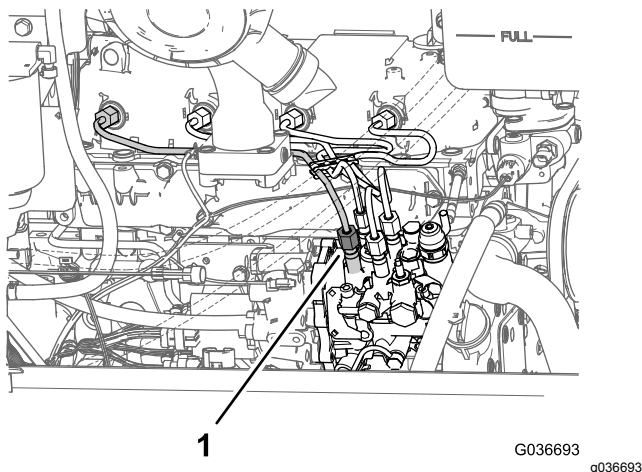

Рисунок 74
1. Ослабьте натяжение гайки трубки, идущей к топливному инжектору цилиндра № 1, на насосе для впрыска топлива (**Рисунок 74**).